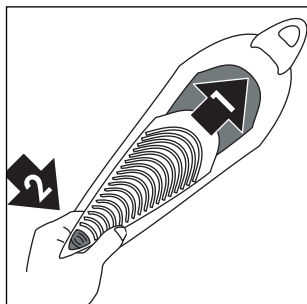

Fig. 19
- 4) Breng het rooster eerst met het bovenste gedeelte aan; leg vervolgens het onderste gedeelte neer en druk de cursor omlaag totdat een "klik" wordt gehoord (fig. 19).